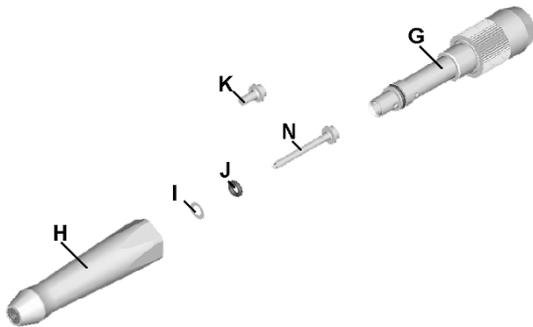

Abb. 4 Wechsel des Schreibstiftes
- Die Hülse (H) abschrauben und den Stößel (K) aus der Steuerhülse (G) nehmen.
- Das Ventilgehäuse mit Steuerhülse (G) aufrecht halten und Schreibstift (N) aufsetzen;
- O-Ring (J) und Beilagscheibe (I) auf 3-mm-Schaft des Schreibstiftes (N) schieben,
- Hülse (H) in senkrechter Stellung aufschrauben und leicht anziehen (siehe Abb. 4